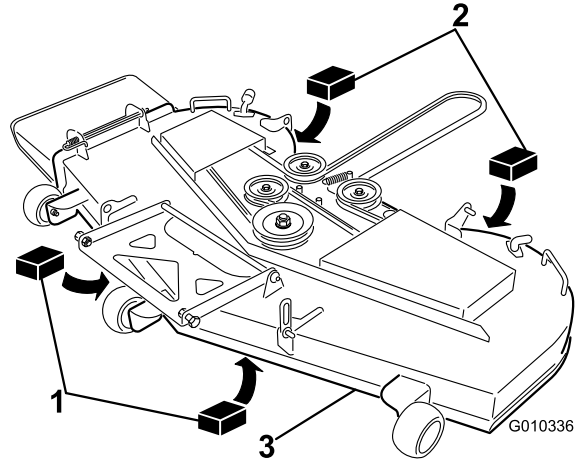

Figura 61
3. Coloque dos bloques de 6.6 cm (2 5/8") de grosor debajo de cada lado del borde delantero de la carcasa, pero no debajo de los soportes de los rodillos protectores del césped (Figura 61).
4. Coloque dos bloques de 7.3 cm (2 7/8") de grosor debajo del borde trasero del faldón de la carcasa de corte, uno en cada lado de la carcasa de corte (Figura 61).